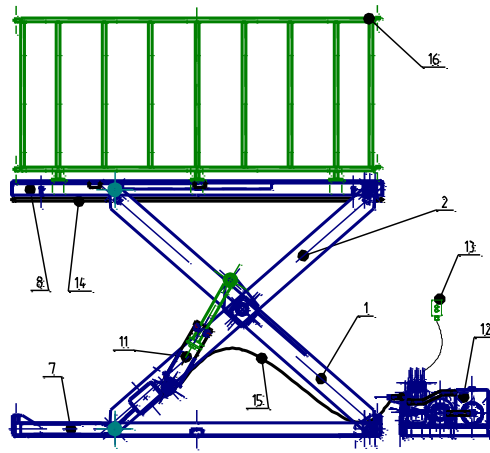

Рис.1 Стол одноножничный
В зависимости от требуемой высоты подъёма и размеров платформы столы изготавливаются по одной из следующих схем: см. рис. 1, 2, 3, и рис. 19.
3.2. Гидроцилиндры 11 (рис.1) крепятся к рычагам стола через отверстия в проушинах рычагов специальными пальцами 10. Пальцы изготовлены из высокопрочной стали с цементацией, закалкой и последующей шлифовкой.
3.3. Платформа 8 (рис.1) стола выполнена из горячекатаного профиля; - уголка по контуру и швеллеров внутри – усиления. Сверху приварен стальной рифлёный лист. В зависимости от размеров платформы и грузоподъёмности стола, платформа может быть оборудована люком - для обслуживания и ремонта стола при отказе гидростанции. Платформы столов малых размеров и грузоподъёмности изготавливается целиком из листового проката. По углам в платформе имеются 4 отверстия для стяжки стола грузовыми винтами при транспортировке и для строповки платформы рым-болтами при монтаже и ремонте.
3.4. Рама безопасности 12 (рис.1) предназначена для быстрой остановки подъёмного стола при случайном попадании в зону действия платформы посторонних предметов при движении вниз.
3.5. По желанию заказчика стол комплектуется ограждением 13 (рис. 1), которое может быть:
3.8 Гидростанция 12 (рис. 1) подъёмного стола изготавливается двух исполнений: